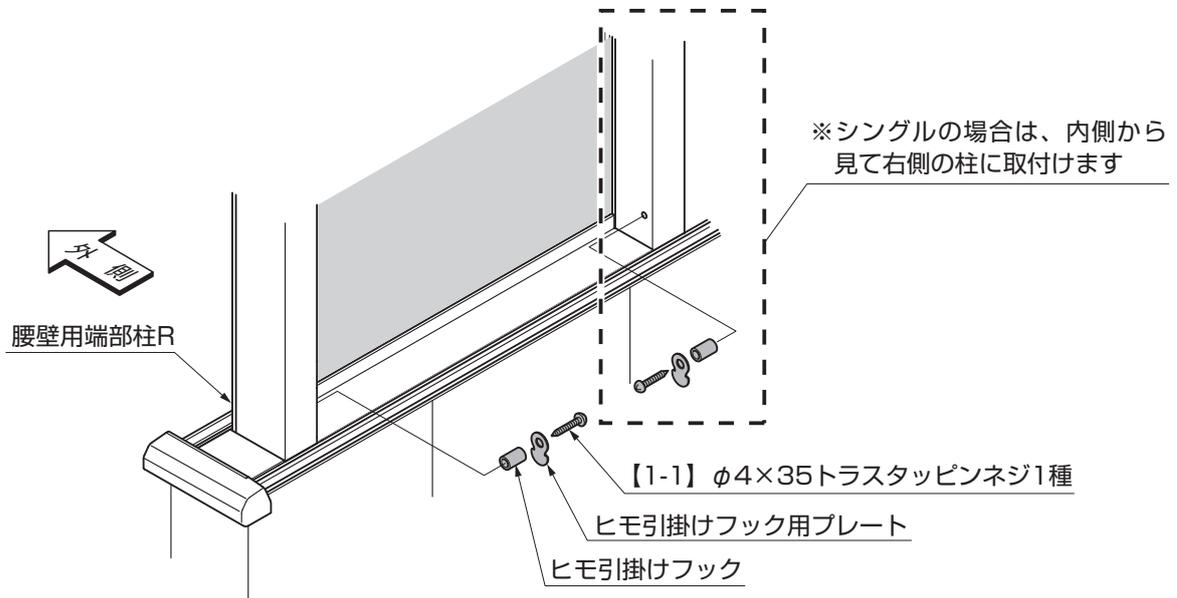

図3-6
- ② ヒモ引掛けフック、ヒモ引掛けフック用プレートを柱に、【1-1】で取付けてください。(図3-6参照)